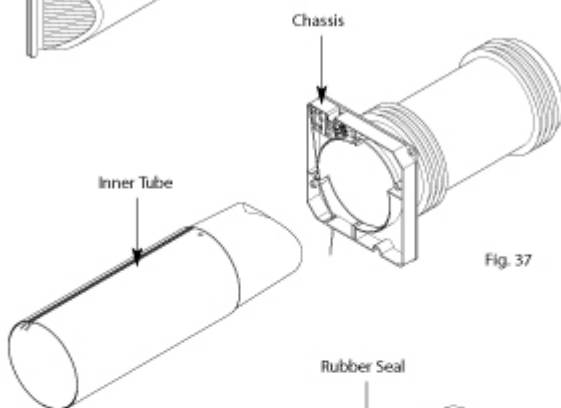

Fig. 37
3. Glisser le tuyau intérieur hors de l'unité en poussant l'encastrement moteur. (fig37)